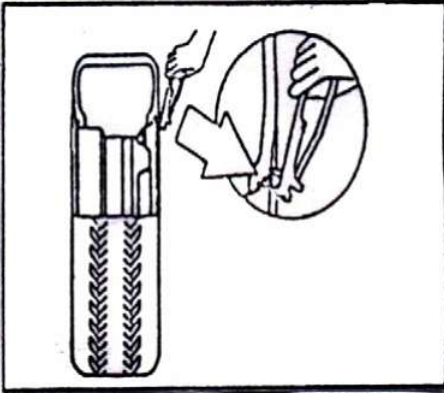

図 15
4.1.1. タイヤの空気を完全に抜き、エアーバルブ（ムシ）を引き抜いてください。専用工具を使用して、リム上のウェイトをすべて取り外してください。（図 15）。